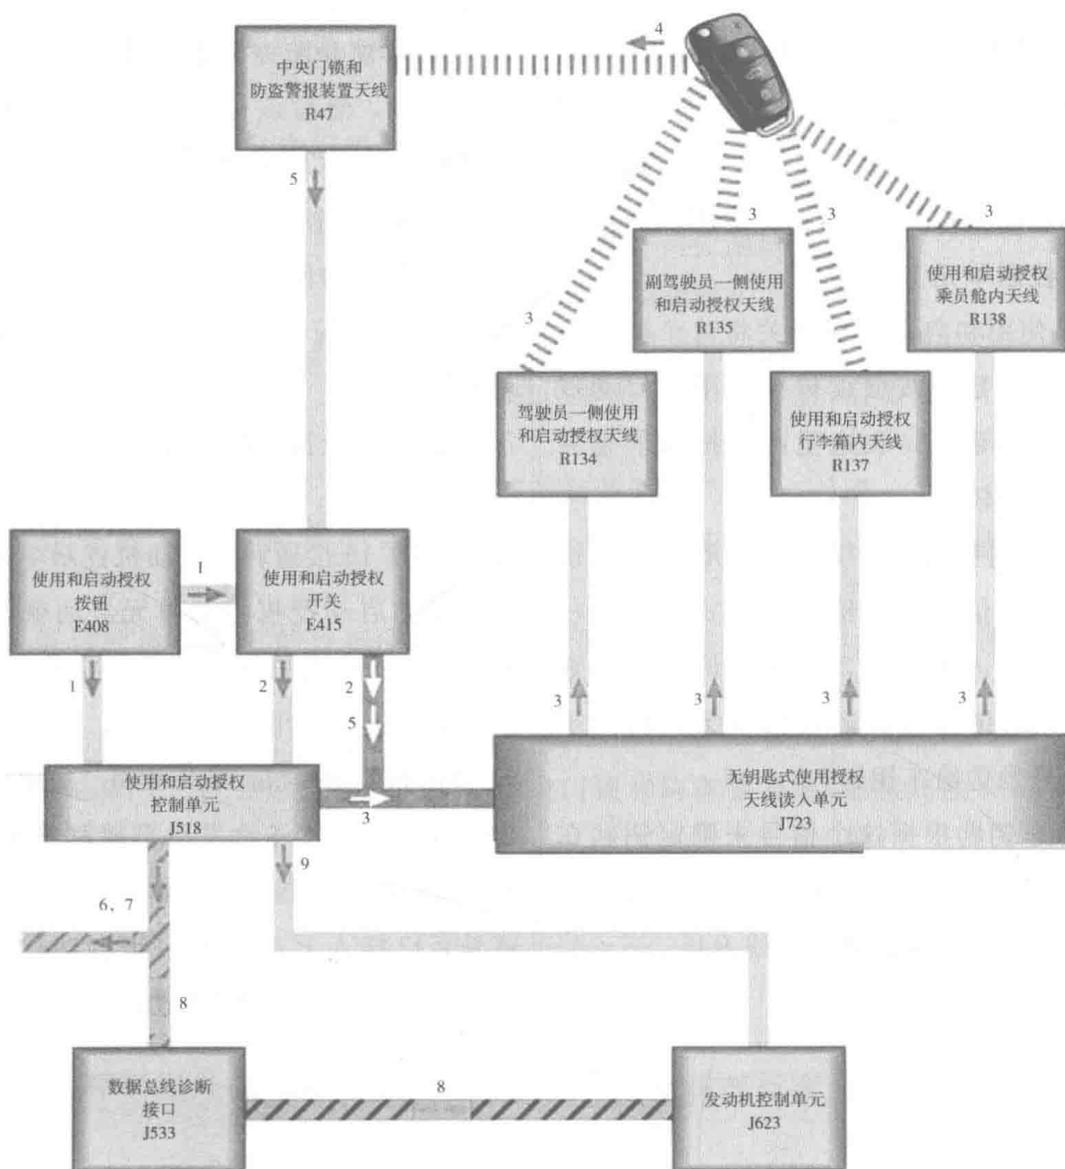

图 1 - 1 - 1
5. 无钥匙进入及启动系统工作原理图，如图 1 - 1 - 1 所示。